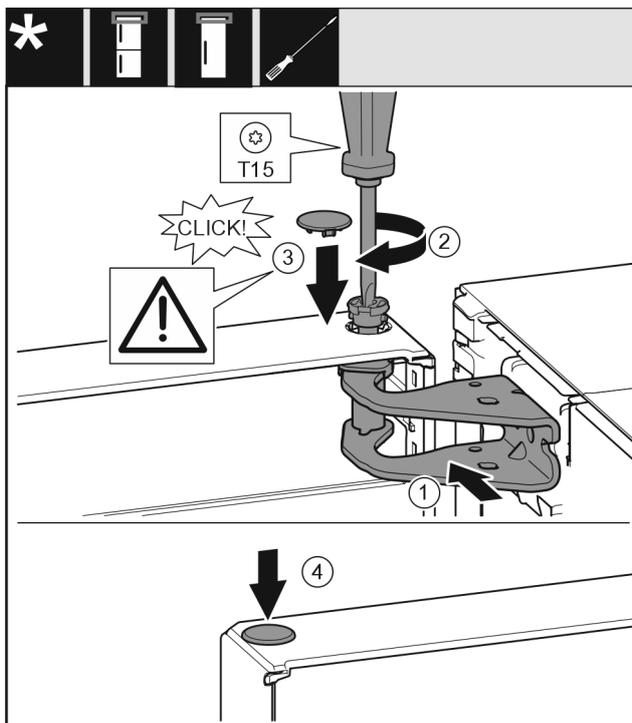

Fig. 17
- ▶ Вирівняйте дверцят зверху по отвору в опорному кронштейні. Fig. 17 (1)
- ▶ Вставте палець та закрутіть за допомогою викрутки T15. Fig. 17 (2)
- ▶ Встановіть захисну кришку для захисту дверцят: вставте захисну кришку і проконтролюйте, щоб вона прилягала до дверцят. Якщо це не так, повністю вставте палець. Fig. 17 (3)
- ▶ Вставте пробку. Fig. 17 (4)